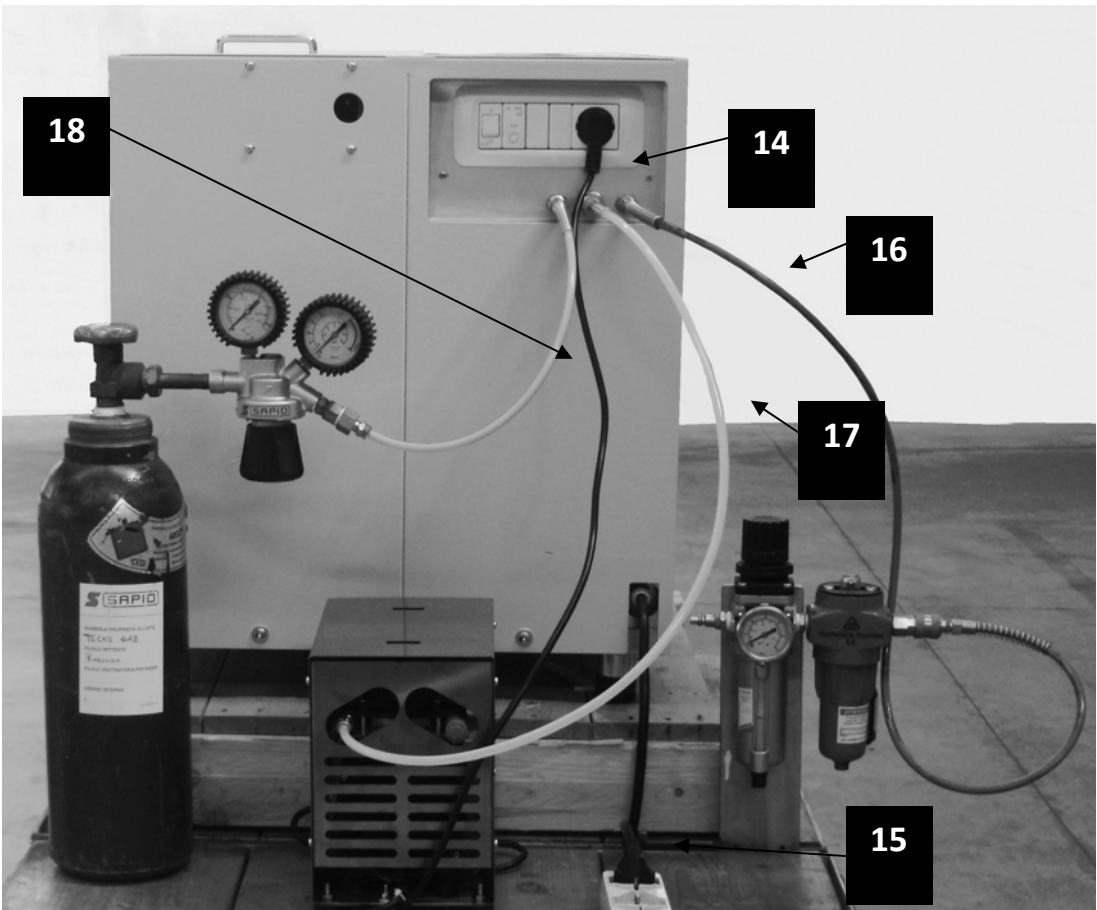
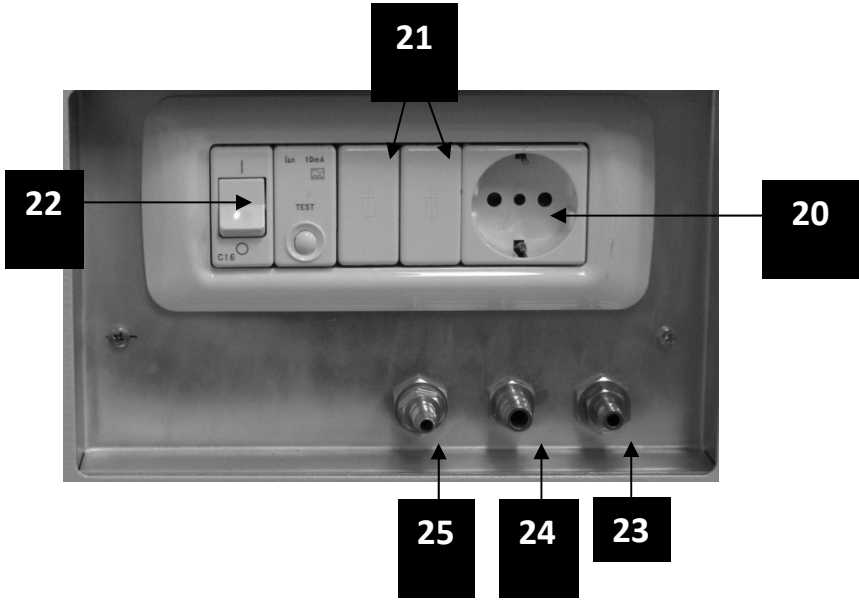

Fig. 2
Fig. 3
Das Stromkabel (Pos.15, Abb.2)
Der Schlauch für den Druckluftanschluss (Pos.16, Abb.2)
Der Schlauch für den Anschluss an die Vakuumpumpe (Pos.17, Abb.2)
Der Schlauch für den Anschluss an die Argon-Gasflasche (Pos.18, Abb.2)
Der Stromstecker für die Vakuumpumpe mit den entsprechenden Schutzvorrichtungen (Pos.20, Abb.3).
Der Hauptschalter mit Sicherung (Pos.22, Abb.3).
2) Überprüfen, ob der Hauptschalter (Pos.22, Abb. 3) auf "0" (aus) steht.
Stecker in eine Steckdose (Pos.15, Abb.2) mit folgenden Merkmalen einstecken:
Denn die Buchse des Schnellsteckers (Pos.16, Abb.2) mit dem Stecker (Pos. 23, Abb.3) verbinden.
4) Den weißen Schlauch(Pos.17, Abb.2) an die Absaugung der Vakuumpumpe anschließen und die Buchse des Schnellsteckers mit dem Stecker (Pos. 24, Abb.3) verbinden.
5) Den Stecker der Vakuumpumpe (Pos.14 , Abb.2) in den Anschluss am Schmelzgerät (Pos. 20, Abb.3) einstecken.
6) Bei Betrieb mit Argongas den gelben Schlauch (Pos. 18, Abb. 2) an den Druckminderer der ARGON-Gasflaschen anschließen und einen Druck von 2-3 Bar einstellen und die Buchse des Schnellsteckers mit dem Stecker (Pos.25, Abb.3) verbinden.
Nach dem in Abb.2-3, beschriebenen Anschluss muss überprüft werden, ob die obere Klappe und der Deckel des Ofens geöffnet sind. Danach den Hauptschalter betätigen (Pos.22, Abb.3).